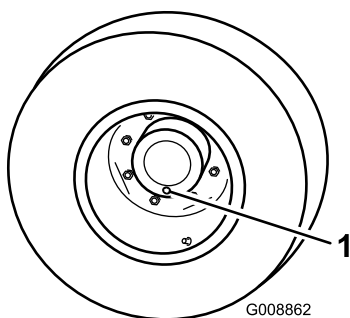

Рисунок 62
1. Поставив машину на горизонтальную поверхность, расположите колесо так, чтобы одна контрольная пробка находилась в самом нижнем положении («6 часов») (Рисунок 62).